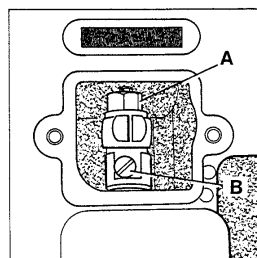

Fig.12
To change the stitch length, remove the cover plate located below the serial number of the machine. Loosen lock nut (A, Fig. 12) and turn stitch length adjusting screw (B) clockwise to shorten stitch or counterclockwise to lengthen it. After adjustment, retighten lock nut (A) and replace the cover plate.
Zum Verändern der Stichlänge entfernen Sie den Deckel unter der Seriennummer der Maschine. Lösen Sie die Mutter (A, Fig. 12) und drehen die Stichlängenstellschraube (B) im Uhrzeigersinn, um den Stich zu verkürzen oder im Gegenuhrzeigersinn, um ihn zu verlängern. Ziehen Sie die Mutter (A) nach dieser Einstellung wieder an und schrauben den Deckel wieder auf.